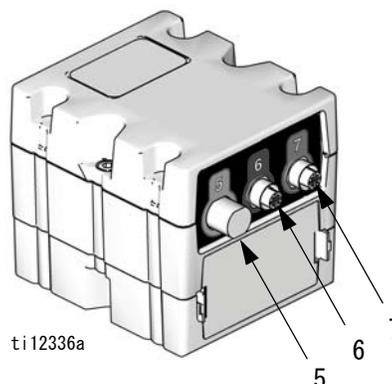

図 13: 液体コントロールモジュール後部の接続
6. ケーブルを液体コントロールの後部に接続します。図 13 および下表を参照してください。